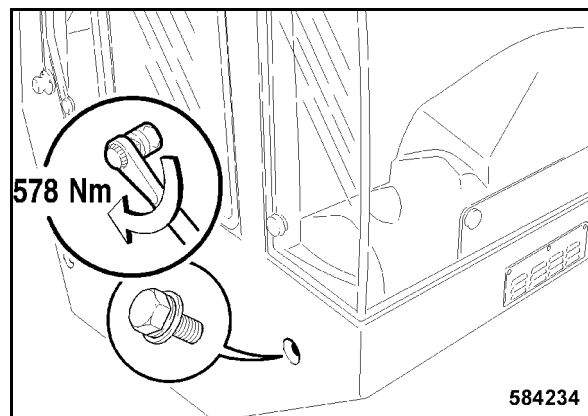

Fig. 182
- El tornillo de fijación delantero, lateral de la derecha hay que apretar con 578 Nm (Fig. 182).